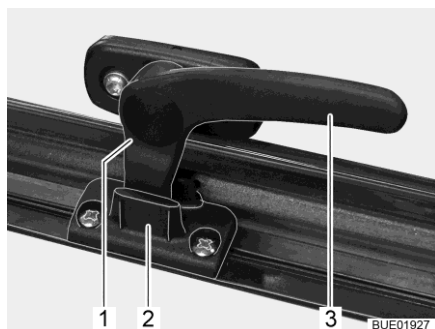

Fig. 23 Leva di serraggio in posizione "Aerazione continua"
- In posizione di "Aerazione continua" (Fig. 23)
- Ruotare la leva di serraggio (Fig. 23,3) di un quarto di giro verso il centro della finestra.
- Ruotare la leva di serraggio di un quarto di giro verso il telaio della finestra. Riportare contemporaneamente il nasello di chiusura (Fig. 23,1) nella rientranza della chiusura della finestra (Fig. 23,2).